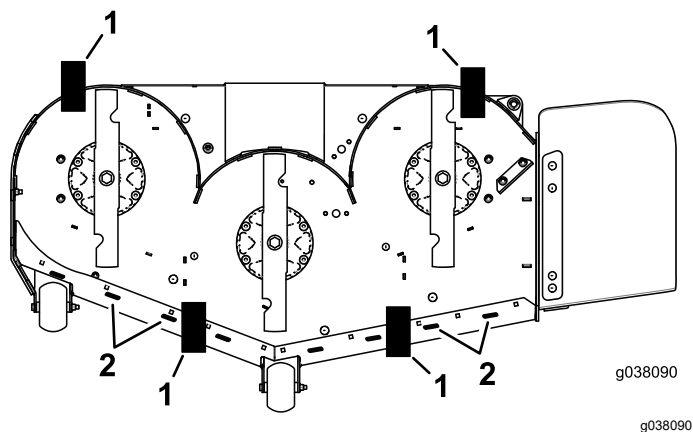

Figura 107
11. Coloque 2 bloques (ver *Altura de bloque y soporte*) debajo del borde trasero del faldón de la carcasa de corte, uno en cada lado de la carcasa de corte (Figura 107).